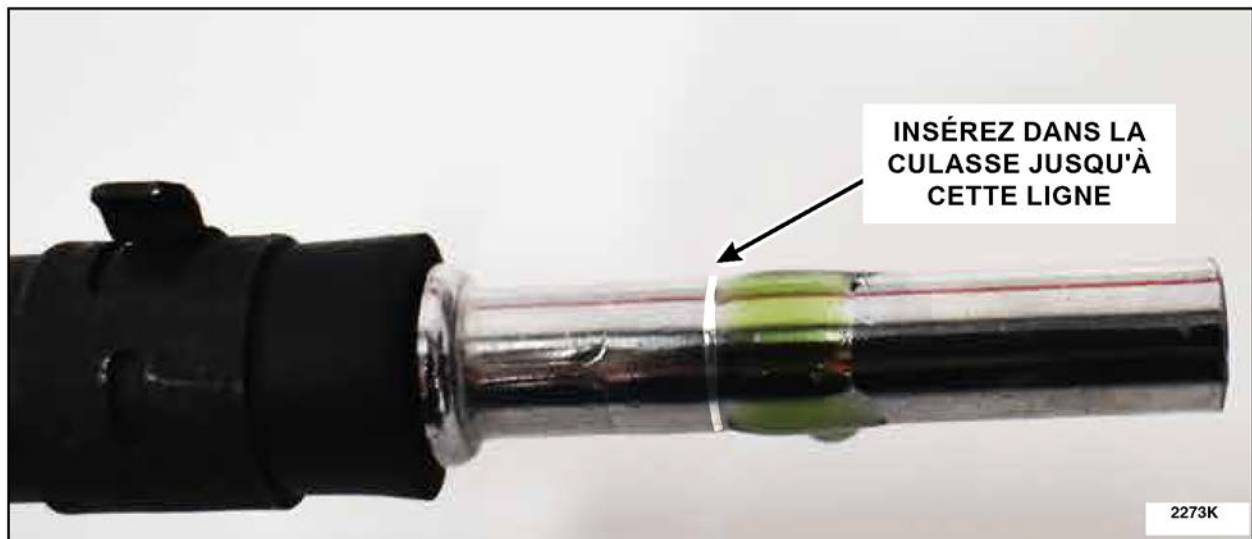

**FIGURE 13**
27. Appliquez l'apprêt Loctite® (SF) 7649™ sur le tube métallique, comme illustré dans la zone bleue en surbrillance. Laissez l'apprêt sécher pendant 1 minute. Voir la figure 13.